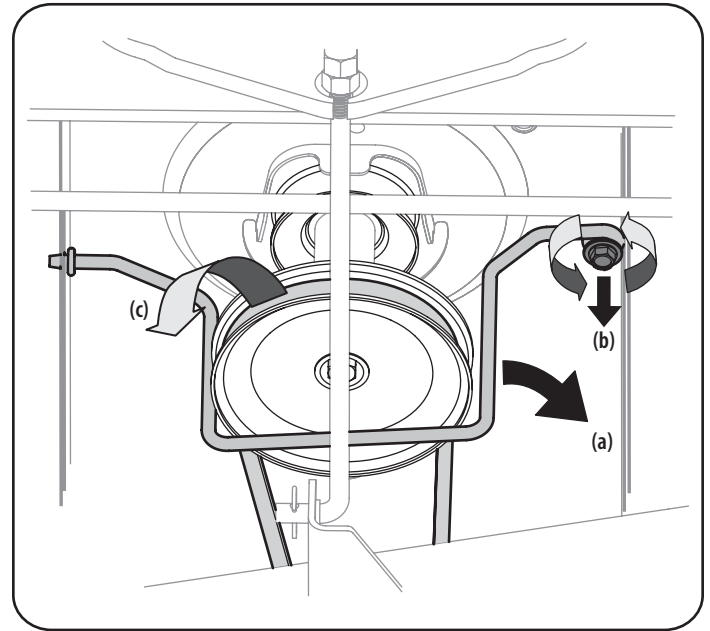

Figura 25
3. Retire la varilla del guardacorreia (a), alrededor de la polea del motor del tractor, sacando el tornillo autoroscante (b) que lo fija. Consulte la Figura 25.
4. Retire la correa (c) de alrededor de la polea del motor del tractor y de las poleas locas. Consulte la Figura 25.